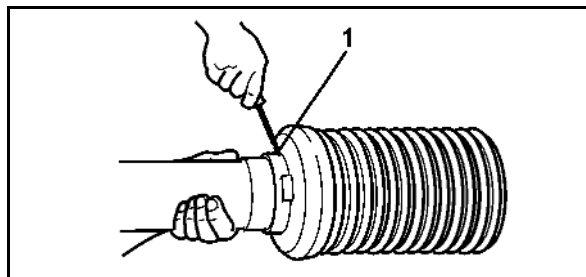

Fig. 54
2. Desfaceți șurubul opritor (Fig. 54/1) de la pâlnia de protecție.